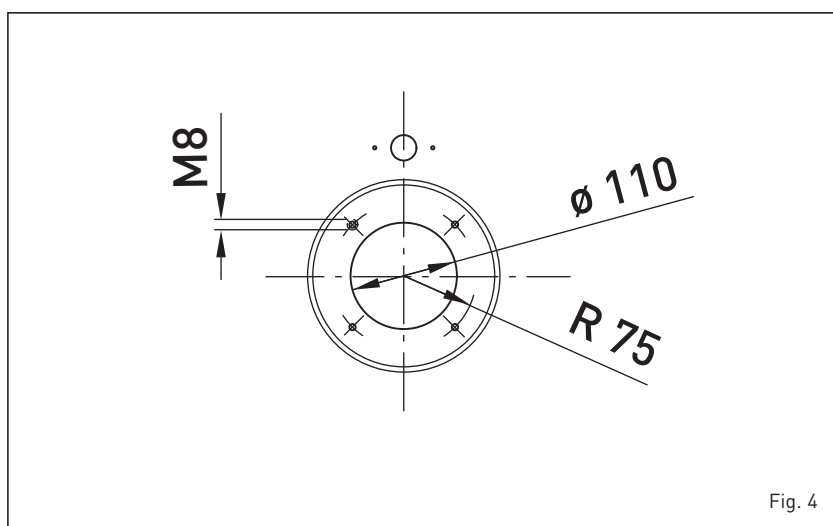

Fig. 4
1.7.2 Montage du brûleur (fig. 4)
La porte de la chaudière est prédisposée pour le montage du brûleur (fig. 4). Les brûleurs doivent être réglés de façon à ce que la valeur du CO₂ corresponde à celle indiquée au point 1.3 avec une tolérance de ± 5%.